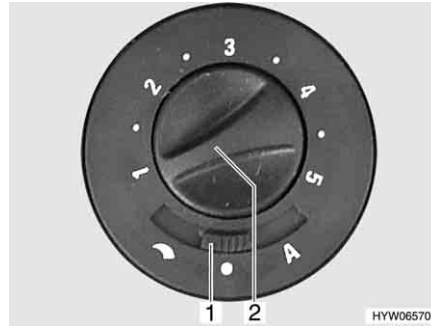

Fig. 112 Commutateur de commande du ventilateur à air pulsé
- Régler l'interrupteur à curseur (Fig. 112,1) sur "☾" (réglage manuel) ou "A" (mode automatique).
- Régler (réglage manuel) ou limiter (mode automatique) la puissance désirée du ventilateur à air pulsé à l'aide du bouton de commande (Fig. 112,2).
- Régler l'interrupteur à curseur (Fig. 112,1) sur "●" (arrêt).